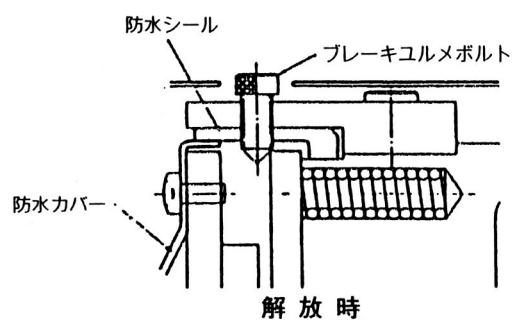

図 1
- (1) 対角2ヶ所のブレーキユルメボルトを一旦はずし、スペーサを取り除いた後、再度ボルトを六角スパナでねじ込んでいくとブレーキは解放されます。この時、ブレーキユルメボルトを回し過ぎないようにしてください。(ブレーキが解放されたか確認しながらブレーキユルメボルトを回してください。)(図1参照)